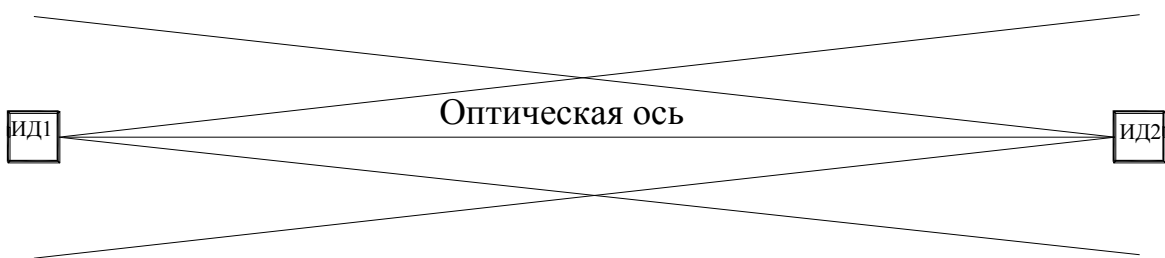

Рис. 1.7 Встречное включение извещателей
При одиночном включении в зоне обнаружения работает один извещатель в соответствии с рисунком 1.1, при встречном включении зону образуют два извещателя, включенные навстречу друг другу (рисунок 1.7). Встречное включение устраняет «мертвые» участки зоны вблизи извещателя, повышает вероятность обнаружения и уменьшает ложные срабатывания. Для уменьшения ложных срабатываний шлейфы извещателей включаются по схеме «**монтажное И**», при которой формирование извещения **ТРЕВОГА** происходит при срабатывании обоих извещателей. Для повышения вероятности обнаружения шлейфы включаются по схеме «**монтажное ИЛИ**». При этом формирование извещения **ТРЕВОГА** происходит при срабатывании одного из извещателей. Схема соединения при одиночном включении приведена на рисунке 1.4, при встречном включении – на рисунке 1.6. Оконечные резисторы Rg1, Rg2 устанавливаются в соответствии с документацией на ППК.
- при встречном включении необходимо максимально совместить оптические оси ИД1 и ИД2 в соответствии с рис.1.7, для этого извещатели установить на одинаковой высоте и провести их юстировку в вертикальной и горизонтальной плоскостях таким образом, чтобы противоположный извещатель оказался в центре зоны обнаружения; а оптические оси были параллельны земле;